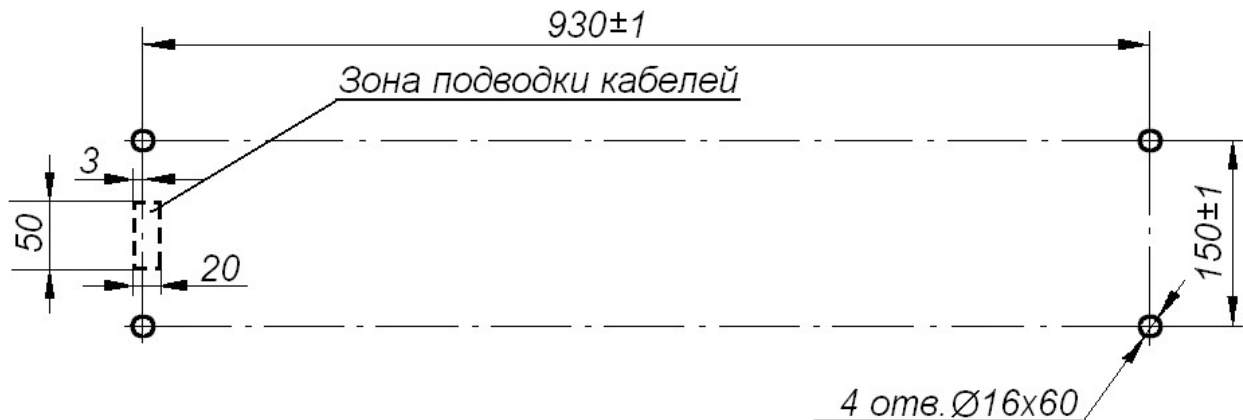

Рисунок 11. Схема разметки отверстий для крепления стойки турникета¹
- производить разметку установочных отверстий в соответствии с рис. 11;
3. При необходимости прокладки кабелей под поверхностью пола подготовьте в полу кабельный канал, подходящий к зоне подводки указанных кабелей к стойке (рис. 11).
6. Для доступа к крепежным отверстиям основания стойки турникета снимите обе стенки внешние (2) в следующем порядке. С обеих сторон стойки турникета открутите рожковым ключом S10 две гайки M6 на кронштейне, фиксирующие верхнюю часть стенки внешней (2) на стойке турникета, после чего снимите стенку внешнюю, приподняв ее вверх. При этом внизу откроется доступ к крепежным отверстиям на основании.